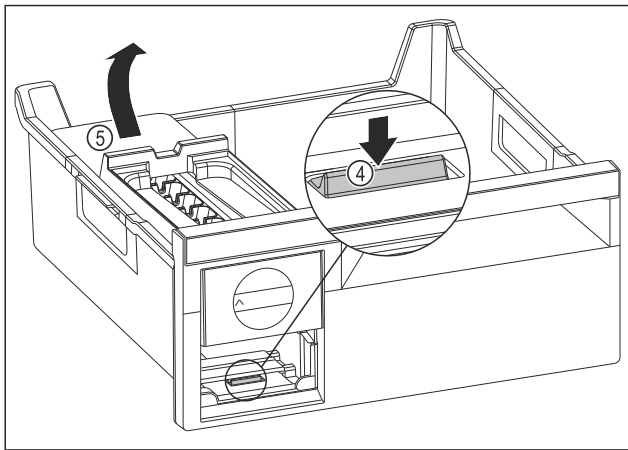

Fig. 136
- ▶ EasyTwist-Ice'i korpuse väljavõtmine: Vajutage aas Fig. 136 (4) sõrmega alla ja tõstke samaaegselt teise käega EasyTwist-Ice'i korpust Fig. 136 (5) tagant üles.